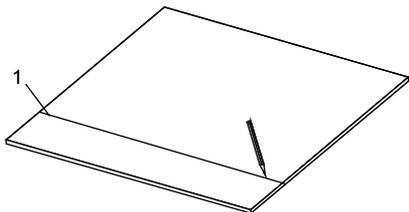

Fig. 13
2. Marquez la ligne de coupe (1) sur la pièce (Fig. 13).